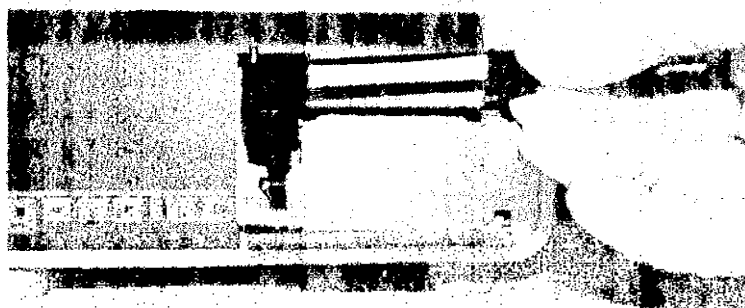

Рис. 103: Протягивание бумаги для печати
6. Протянуть бумагу для принтера через ленту (рис.103).